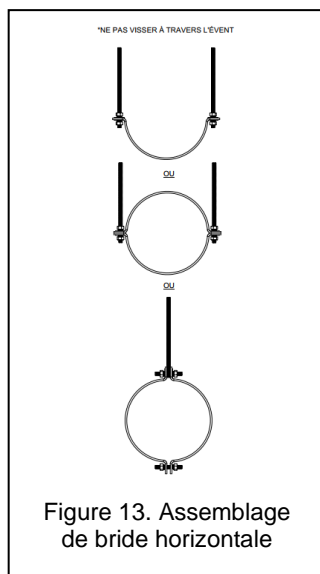

Figure 13. Assemblage de bride horizontale
Figure 13 montre des configurations types. Ne perforez jamais ou ne vissez jamais à travers une longueur (L) ou toute autre pièce.